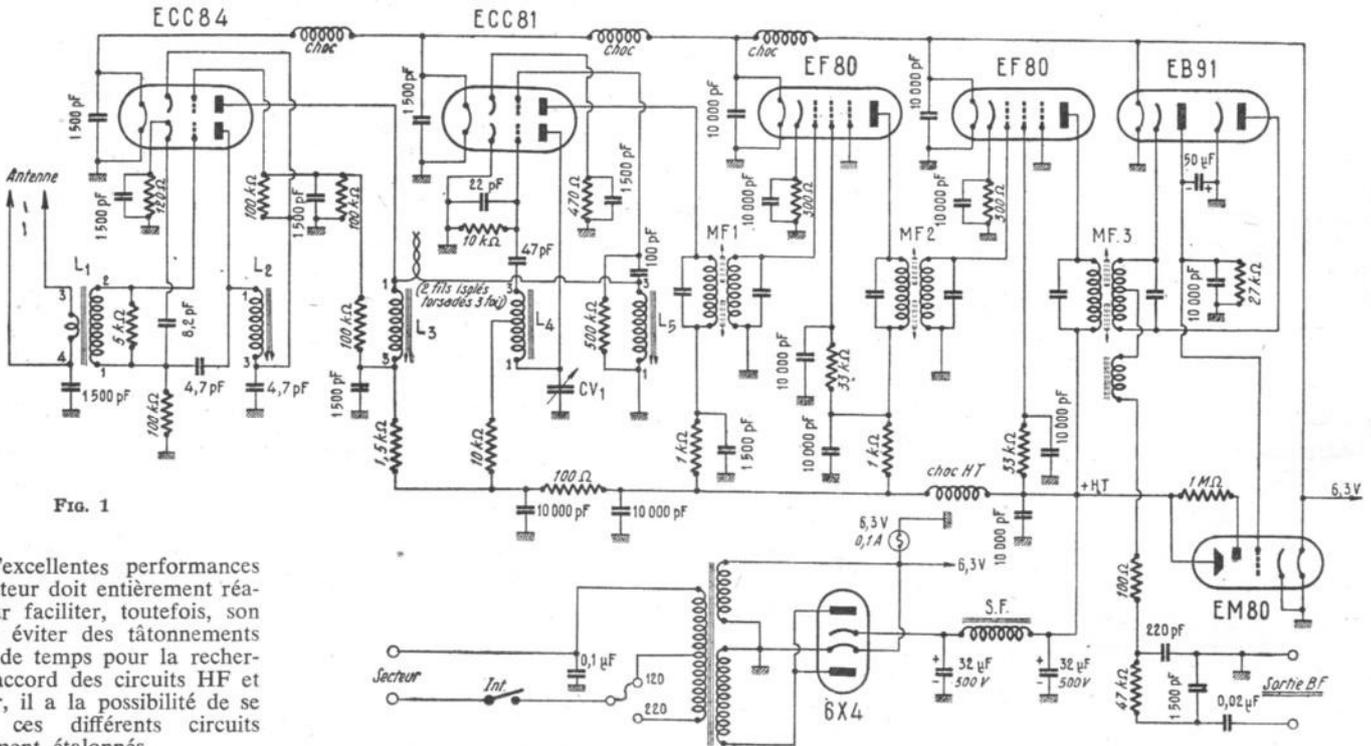

FIG. 1
**Etage HF cascode.** — On reconnaîtra sur le schéma de principe de la figure 1 les grandes lignes du montage cascade équipé de la double triode ECC84, spécialement conçue pour cet emploi.